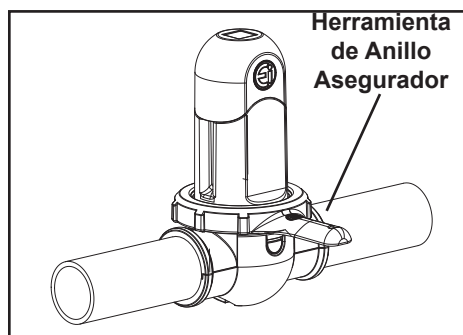

Figura 27. Anulando el anillo asegurador
6. Vuelva a colocar la tapa en la celda y invírtala (ver Figura 27).
7. Con gafas protectoras y guantes, añada una (1) parte de ácido muriático a diez (10) partes de agua y mezclar.
6. Vuelva a colocar la tapa de hibernación (ver Figura 27).